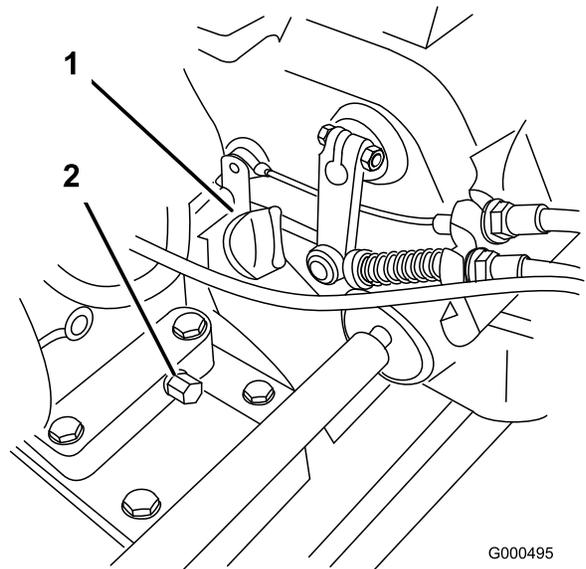

Figure 25
1. Enlevez les roues de transport (le cas échéant), positionnez le plateau de coupe pour que le moteur soit de niveau, et nettoyez la surface autour de la jauge (Figure 25).
- Placez un bac de vidange sous le bouchon de vidange à l'arrière de la machine (Figure 25). Enlevez le bouchon de vidange.